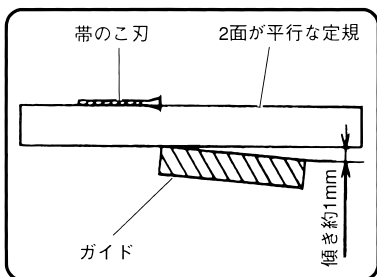

図 14
• 上記のガイド調整を行なって、挽き割り作業をした場合、挽き曲りが生ずるときは、図 14のようにガイドを約1mm傾けてください。
(2) CB75FA形の場合